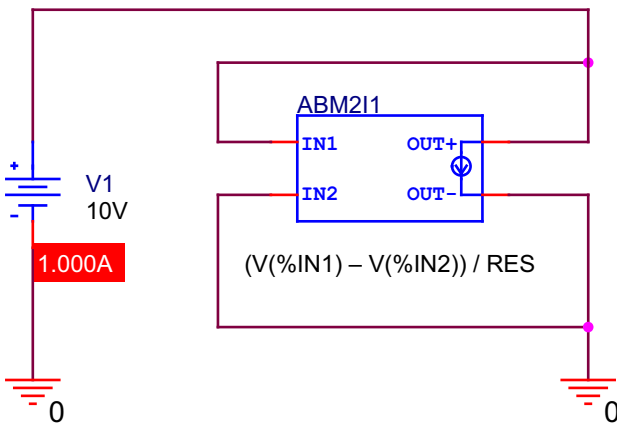

Рисунок 4. Поведенческая модель резистора.
– G(V). На схеме в OrCAD (Рисунок 4) это можно отобразить с помощью поведенческого блока AMB211 (источник тока, управляемый напряжением). Для того чтобы он стал резистором, надо соединить его входы и выходы. В функцию блока AMB211, описывающегося выражением на языке PSpice
подключить к такому резистору на источнике тока источник напряжения величиной 10 В, то через источник AMB211 должен потечь ток 1 А. Именно это мы увидим, если после запуска моделирования в режиме TRANSIENT нажмем в редакторе OrCAD Capture кнопку включения показа токов на схеме (Рисунок 4).